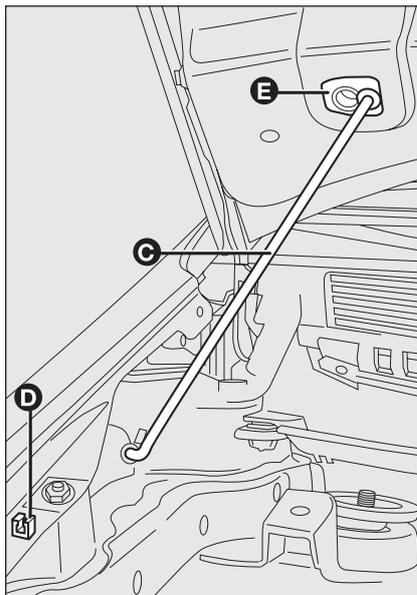

fig. 107
- soulever le capot et libérer simultanément la béquille de maintien **C-fig. 107** du dispositif de blocage **D**, puis engager l'extrémité de la béquille dans l'emplacement **E** du capot.
FERMETURE fig. 107